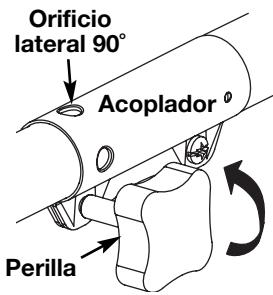

Fig. 14
2. De vuelta a la perilla a la izquierda para aflojar el acoplador (Fig. 14).
2. Gire la perilla en sentido antihorario para aflojarla (Fig. 14).